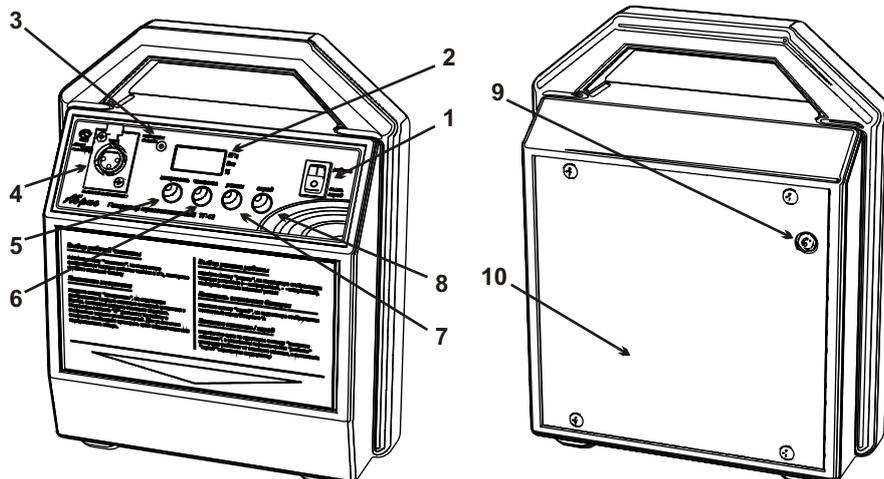
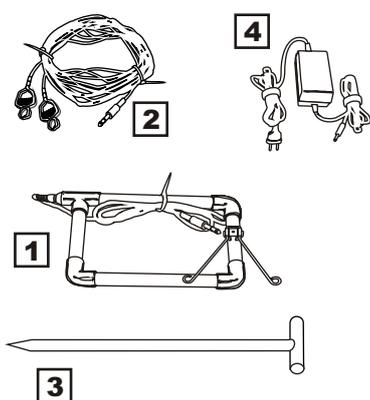

Рисунок 3
Рисунок 4
-  Нажмите на клавишу (поз. 1 рис. 3) переключив ее в положение “работа”
-  Нажмите кнопку “заряд” (поз. 8 рис. 3), на индикаторе отображается значение заряда аккумулятора в %
- 1 Нажмите на клавишу (поз. 1 рис.3) переключив ее в положение “выкл. / заряд”
- 2 При заряде от сети подключите адаптер 220 В (поз.4 рис. 4) к гнезду подключения внешнего питания (поз. 9 рис.3), при заряде от бортовой сети автомобиля используйте автомобильный адаптер (поз. 5 рис. 4). Во время заряда мигает надпись “зар”, по окончании надпись высвечивается не мигая.
- 1 При работе от сети подключите адаптер 220 В (поз. 4 рис. 4) к гнезду подключения внешнего питания (поз. 9 рис. 3), при работе от бортовой сети автомобиля используйте автомобильный адаптер (поз. 5 рис. 4).
- 2 Нажмите на клавишу (поз. 1 рис.3) переключив ее в положение “работа”
**ВНИМАНИЕ !** Не включайте питание генератора перед подключением. При включенном питании на гнезде подключения внешней нагрузки (поз. 4 рис. 3) или зажимах вставленного в него кабеля гальванического подключения (поз. 2 рис. 4) присутствует высокое напряжение, порядка 200 В
- 1** Подключите один зажим кабеля гальванического подключения (поз.2 рис. 4) к коммуникации, при этом необходимо обеспечить надежный электрический контакт.
- 2** Другой зажим кабеля подключите к штырю заземления (поз. 3 рис. 4), вбитому в увлажненный грунт в 5-15м от места подключения
- 3** Подключите разъем кабеля к гнезду подключения внешней нагрузки (поз. 4 рис. 3)
- 1 Нажмите кнопку "частота" (поз. 6 рис. 3), на индикаторе отображается текущее значение частоты в КГц.
- 1 Нажмите кнопку "мощность" (рис.3 поз.5), на индикаторе отображается установленное значение мощности в ваттах.